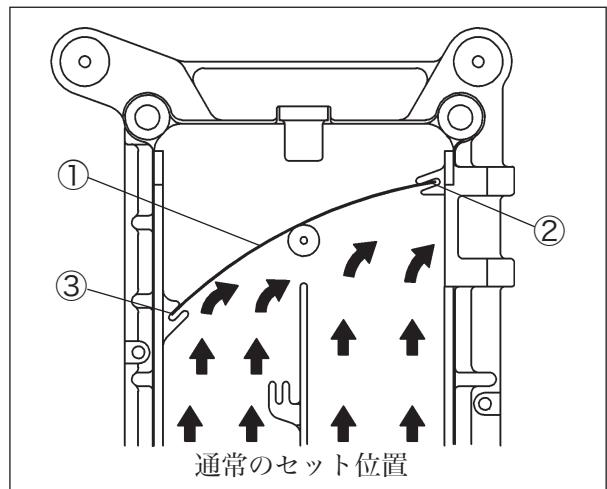

図 7-2
通常の場合、風調整板①を油受けのガイド部②と③に差し込んでください。(図 7-2 参照)